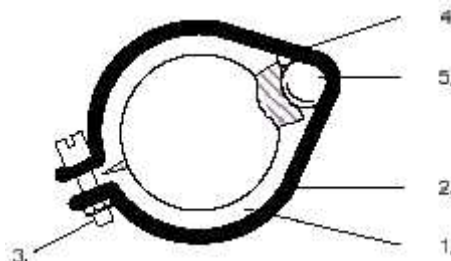

Рисунок 4-18. Баллон терморегулирующего вентиля и термопара
- 6. Баллон должен быть размещен ниже центра линии всасывания (Смотрите Рисунок 4-18). Эта область должна быть чистой, чтобы гарантировать надежный контакт. Снятый тепловой баллон и линию всасывания хомутом и изолируйте.